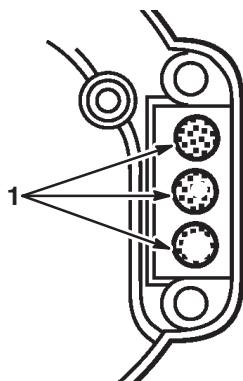

Figure 89
8. Faire tourner le vilebrequin lentement jusqu'à ce que les pistons couvrent les trous d'échappement (Fig. 89).